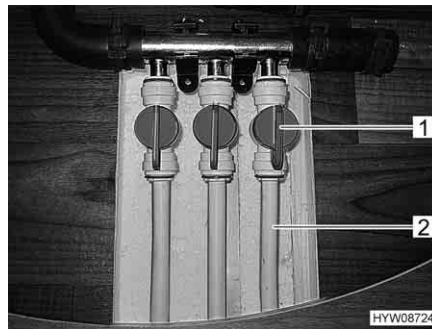

Fig. 121 Valvole di mandata (riscaldamento a pavimento)
- Regolare la maniglia (Fig. 121,1) sulla valvola di mandata della linea desiderata (Fig. 121,2) in posizione parallela rispetto alla tubatura del riscaldamento. Questa linea del riscaldamento a pavimento lavora così alla massima potenza.
- Regolare la maniglia (Fig. 121,1) sulla valvola di mandata della linea desiderata (Fig. 121,2) in una posizione qualsiasi. In questo modo la potenza del riscaldamento di questa linea può essere regolata in modo continuo.
- Regolare la maniglia (Fig. 121,1) sulla valvola di mandata della linea desiderata (Fig. 121,2) in posizione trasversale rispetto alla tubatura del riscaldamento. Questa linea del riscaldamento a pavimento ora è disinserita.